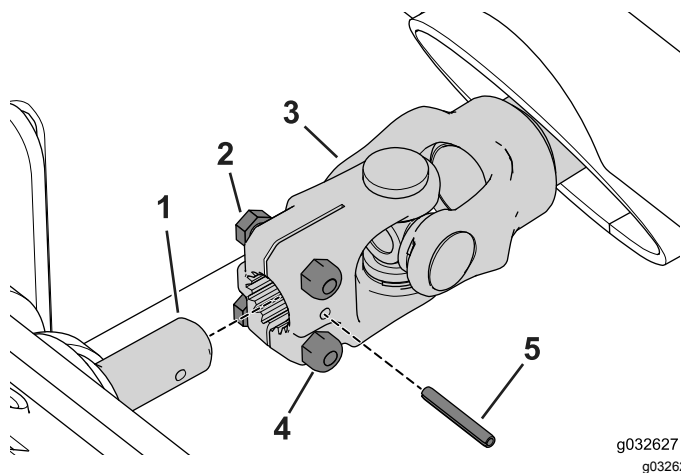

Bild 102
2. Entfernen Sie den Rollstift und lösen die 2 Schrauben, mit denen die Antriebswelle an der Getriebewelle befestigt ist (Bild 102).